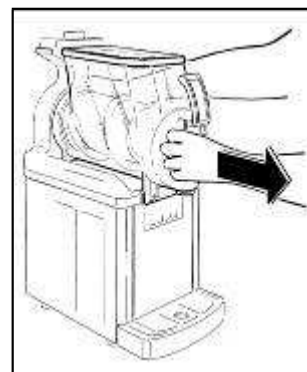

Abb. 30
- Ziehen Sie den Behälter nach vorne aus seinem Sitz heraus (Abb. 30).